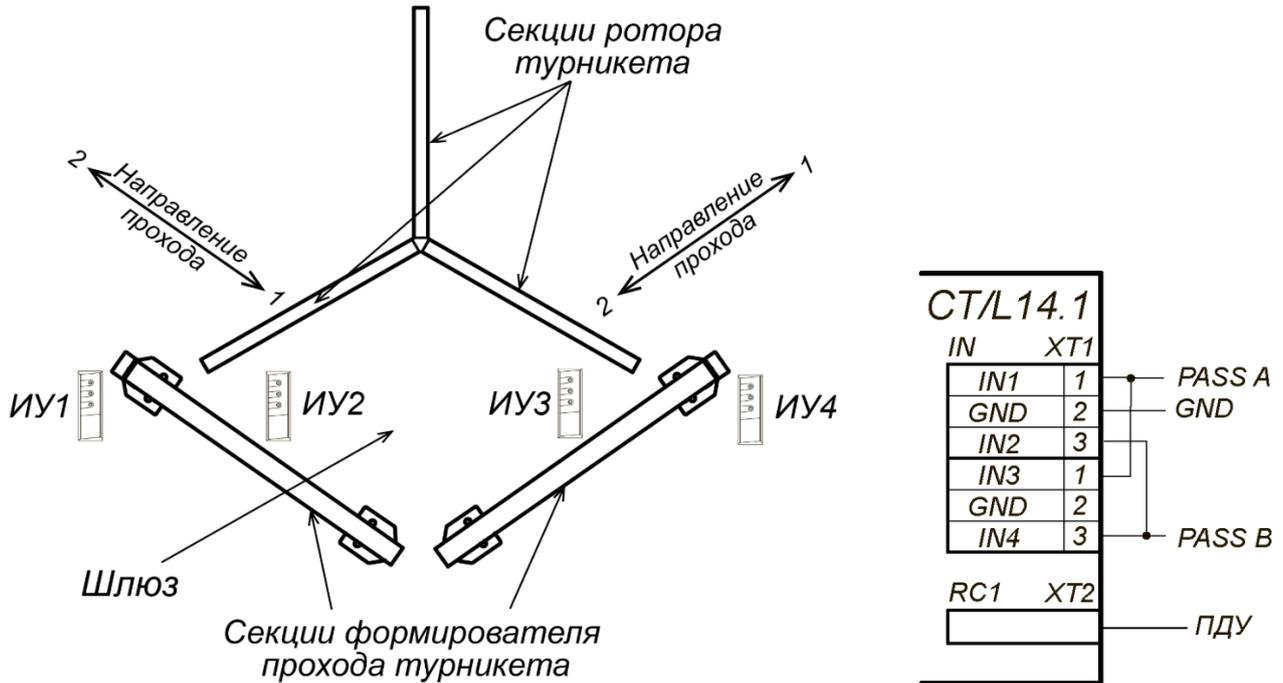

Рисунок 22. Схема шлюза из роторного турникета
3. Подключите цепи питания контроллера и при необходимости управляемого им ИУ к разъему **Con3** сплиттера. Схема подключения приведена на рис. 22 (штекер для подключения к разъему входит в комплект поставки сплиттера).